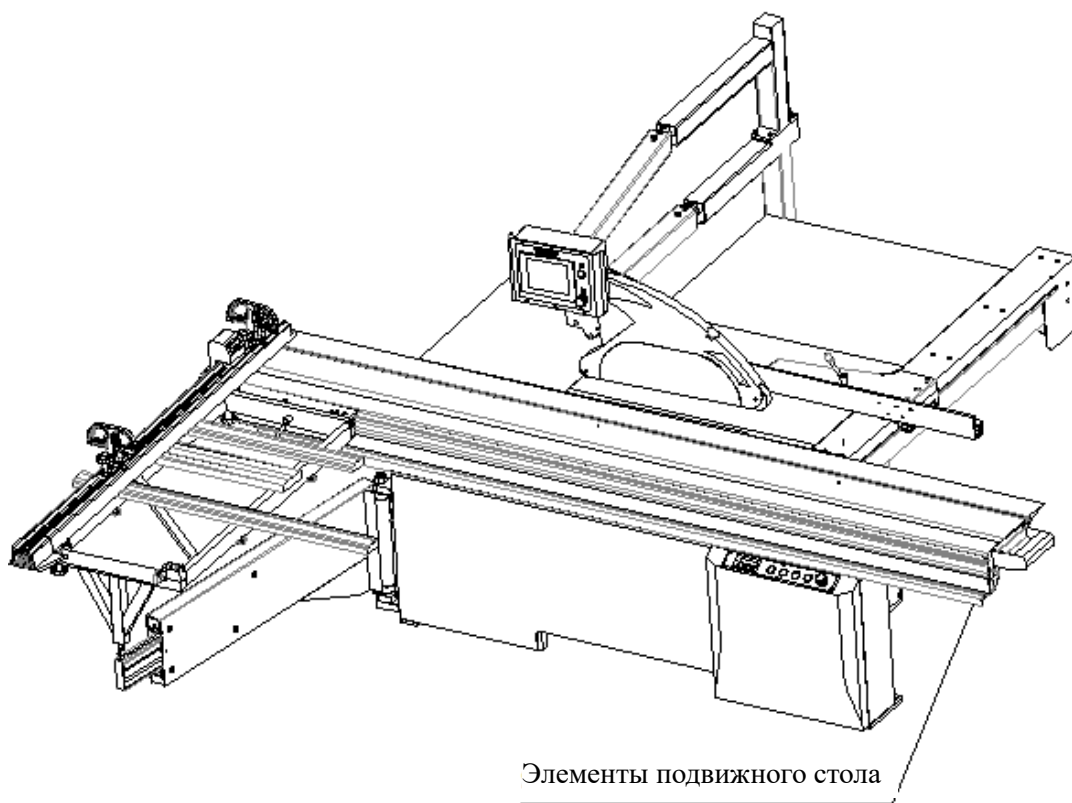

Рисунок 2.4.1
2.4 Установка подвижной каретки (рис. 2.4.1, 2.4.2)